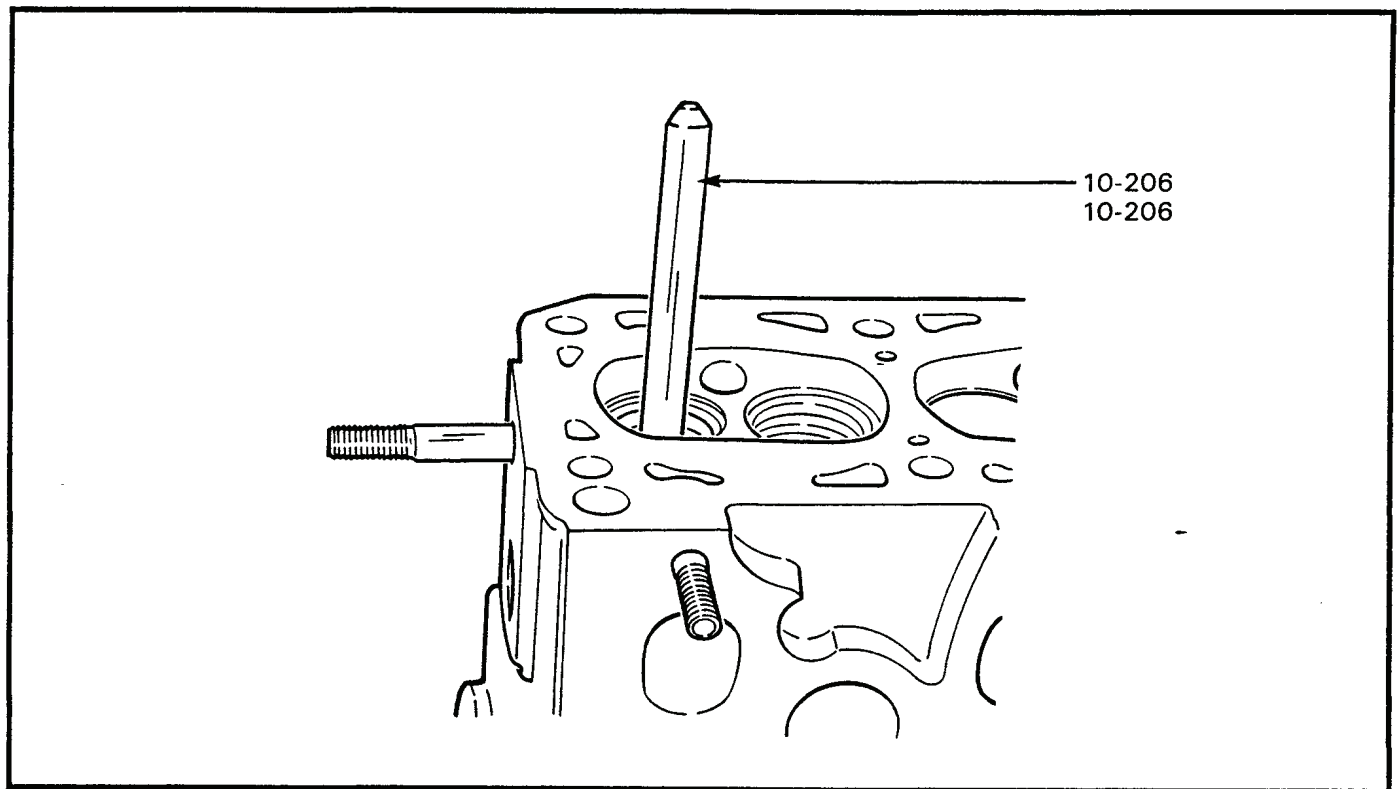

Figure 2-6-24 Pressing Out Valve Stem Guide
- b. From the combustion side of the cylinder head, press out the guides using tool 10-206, see Figure 2-6-24.
- b. Au moyen de l'outil 10-206, expulser les guides à partir du côté combustion de la culasse. Voir figure 2-6-24.